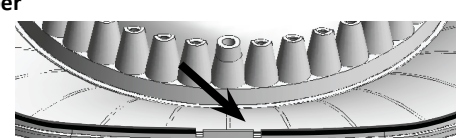

Fig. 3
- Se non presente, applicare l'O-Ring sul bordo del guscio frontale partendo da una delle fessure in basso (Fig. 3).
- Apply the O-ring to the edge of the front shell starting from one of the slots at the bottom (Fig. 3).
- Appliquez le joint torique sur le bord de la coque avant en commençant par l'une des fentes en bas (Fig. 3).